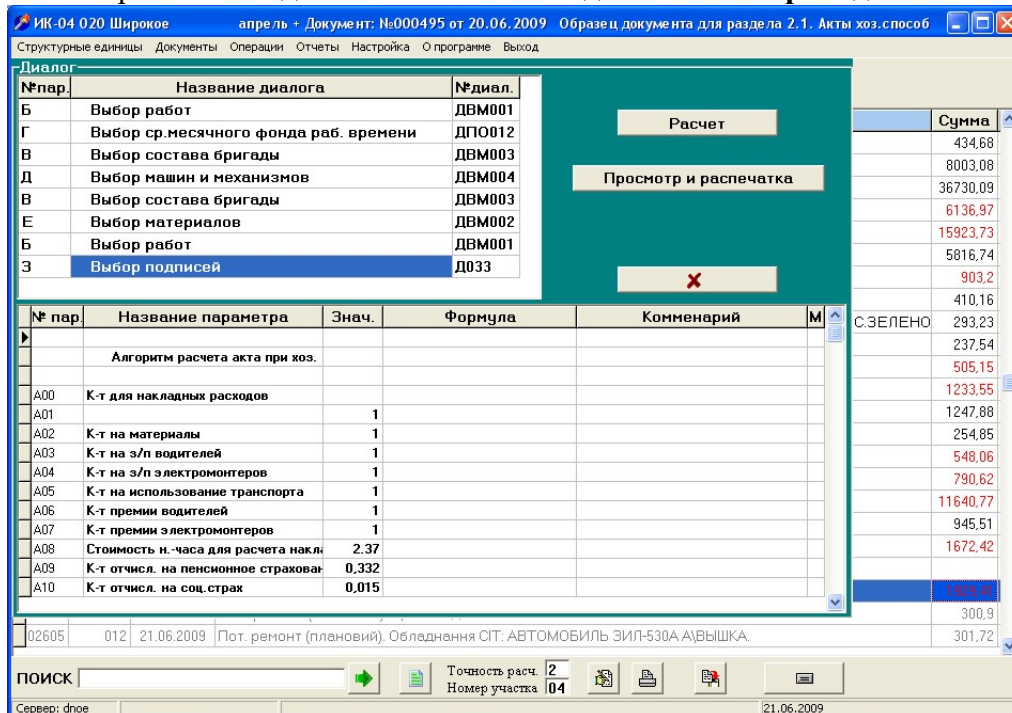

Рис.6.19
1. Выберите в окне диалог наименование диалога **Выбор подписей** Рис.6.19;